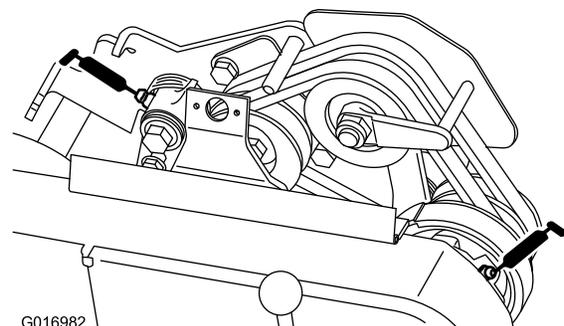

Figura 24
- 2 sui perni di rinvio della cinghia (Figura 24).